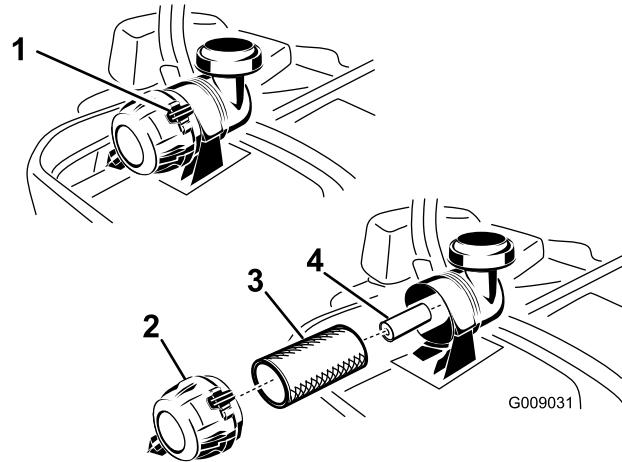

図 36
- エアクリーナのリテナクランプを押し下げて外し、エアクリーナのボディーからカバーを引き抜く（図 36）。
- 1次フィルタをゆっくり引き抜くようにしてエアクリーナのボディーから外す（図 36）。ボディーの側面にフィルタをぶつけないように注意すること。
- ペーパーフィルタは清掃しないで交換する（図 36）。
- 二次フィルタを交換する場合には、十分に注意しながら、フィルタのボディに挿入する（図 36）。
- 一次フィルタをゆっくり押し込むようにして二次フィルタの上から取り付ける（図 36）。一次フィルタの外側リムをしっかりと押さえて確実に装着してください。
ランプがカバーに適切にはまるように取り付ける（図 36）。